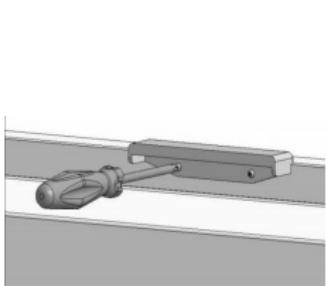

Fig. 4.1
4.5 Per usare il convettore a pavimento installare la maniglia ei supporti come indicato nelle figure 4.1 - 4.4. Installare il convettore su una superficie orizzontale.